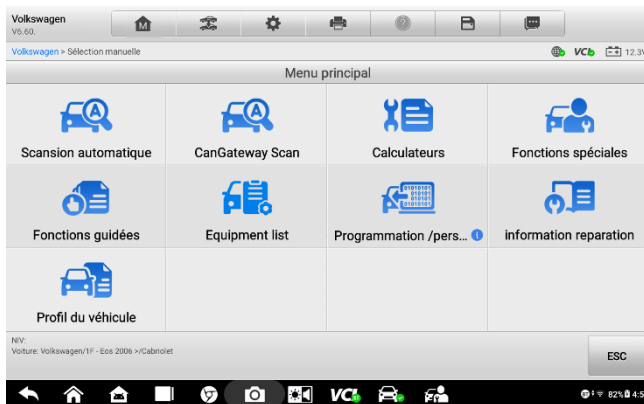

Figure 4-2 Écran de diagnostic du véhicule
5. Appuyez sur **OK**. Le véhicule sera identifié en quelques secondes, et une fois les informations sur le véhicule confirmées, le système vous guidera directement vers l'écran Diagnostic du véhicule. (Voir Figure 4-2.)